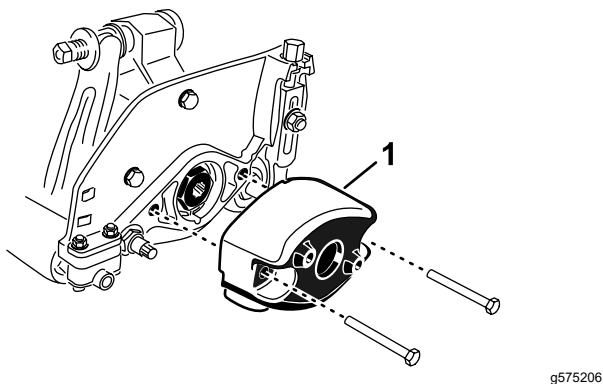

Bild 8
1. Nehmen Sie die zwei Schrauben ab, mit denen das Gegengewicht links hinten an der Schneideinheit befestigt ist. Nehmen Sie das Gegengewicht ab (Bild 8).
5. Schmieren Sie rechts hinten an der Schneideinheit etwas Öl auf den O-Ring und befestigen Sie das Gegengewicht mit den vorher entfernten Schrauben (Bild 8). Ziehen Sie die Schrauben auf 16-20 N·m an.